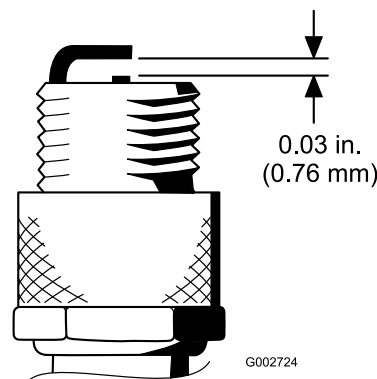

Figura 51
4. Impostate la distanza tra il centro e il lato degli elettrodi a 0,76 mm (Figura 51).